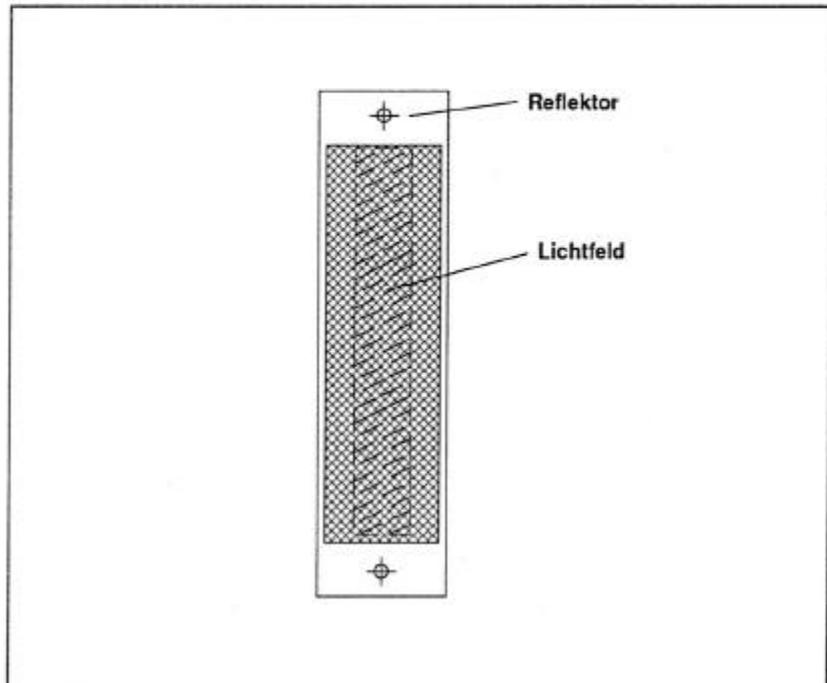

Abbildung 9-5 Optimale Lage des Lichtfeldes auf dem Reflektor.
6. Abbildung 9-5 zeigt die optimale (symmetrische) Lage des Lichtfeldes auf dem Reflektor. Die Justage ist abgeschlossen.